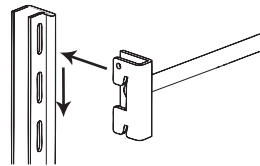

Figure 4
**Étape 8:** Fixez les pinces pour tablettes en place en les insérant à la hauteur désirée dans les fentes situées du côté gauche des montants, tel qu'illustré à la **Figure 4**. Tapez sur les pinces pour les verrouiller en place.